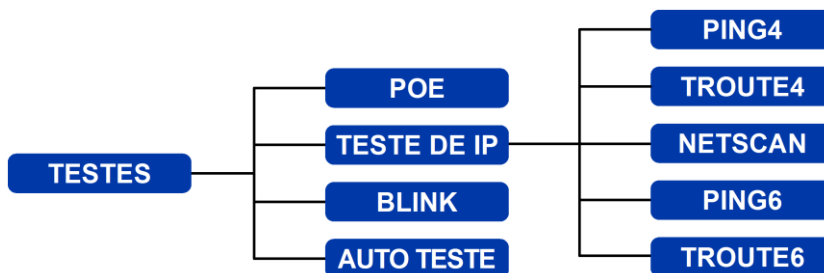

Fig 16 Mapa de Menu de Testes - Teste de Ethernet (2)
(2) Quando uma rede ativa é detectada mas não há Unidade Remota SignalTEK II, a barra de informações da tela principal lerá "Ethernet" e quando o ícone TESTES é selecionado, os testes de Ethernet mostrados na Fig 16 estão disponíveis.